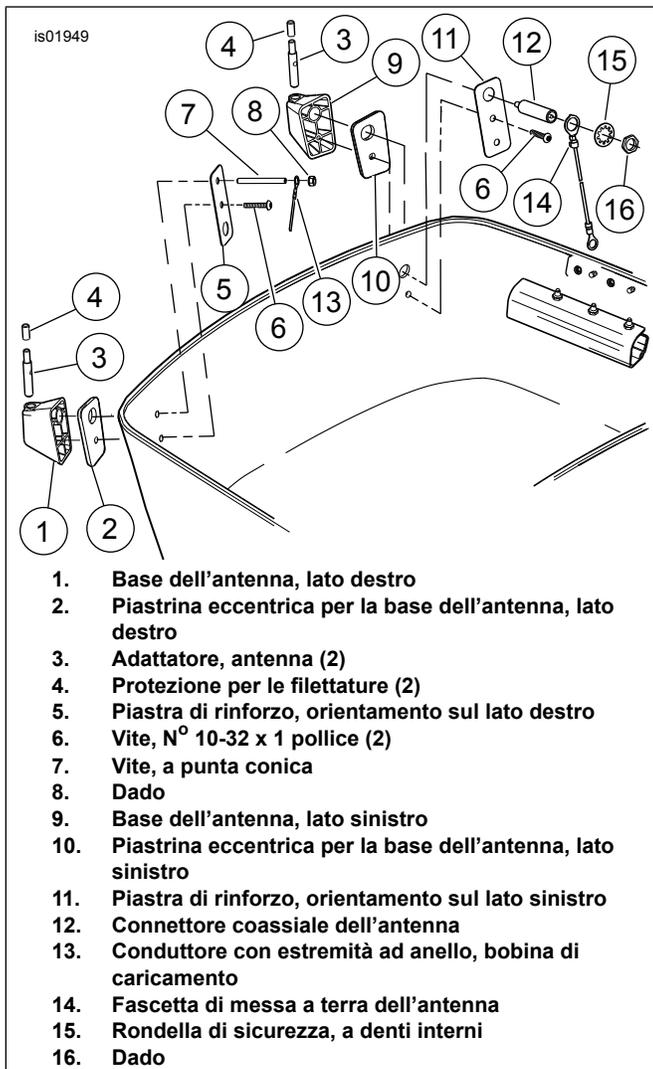

Figura 2. Installazione della base dell'antenna
- Vedere Figura 2 per le operazioni di cui ai punti da 5 a 11.
5. Prendere la base dell'antenna lato destro (1), un adattatore per l'antenna (3) e la vite a punta conica (7). Inserire l'adattatore nella base, come illustrato. Ruotare l'adattatore finché il foro filettato dell'adattatore non sia allineato con il foro della base, quindi avvitare il prigioniero nel foro filettato. Serrare finché il prigioniero non sia ben serrato.
6. Disporre la piastrina eccentrica dell'antenna, lato destro (2) sulla vite a punta conica, quindi installare la base dell'antenna, lato destro assemblata sul Tour-Pak. Installare la piastra di rinforzo (5), orientata come illustrato, sopra il prigioniero, quindi fissare la base dell'antenna con la vite (6). Serrare la vite ad una coppia di 1,7 N·m (15 in-lbs).
7. Installare il conduttore con estremità ad anello (13) della bobina di caricamento sopra la vite a punta conica (7) e fissarlo con il dado (8). Serrare il dado ad una coppia di 0,7 N·m (6 in-lbs).
8. Prendere la base dell'antenna lato sinistro (9), un adattatore per antenna (3) e il connettore coassiale dell'antenna (12). Inserire l'adattatore nella base, come illustrato. Ruotare l'adattatore finché il foro filettato dell'adattatore non sia allineato con il foro della base, quindi avvitare il connettore coassiale nel foro filettato. Serrare finché il connettore coassiale sia ben serrato.
9. Disporre la piastrina eccentrica dell'antenna lato sinistro (10) sopra il connettore coassiale, quindi installare la base dell'antenna, lato sinistro assemblata sul Tour-Pak. Installare la piastra di rinforzo (11), orientata come illustrato, sopra il connettore coassiale, quindi fissare la base dell'antenna con la vite (6). Serrare la vite ad una coppia di 1,7 N·m (15 in-lbs).
10. Installare l'anello grande della fascetta di messa a terra (14) sopra il connettore coassiale, quindi fissare la base dell'antenna con la vite (15). Serrare il dado (16) ad una coppia di 1,1 N·m (10 in-lbs).
11. Installare una protezione per le filettature (4) sopra ciascuno dei due adattatori per l'antenna (3). Se si riposiziona l'antenna sul Tour-Pak, lasciare la protezione per le filettature fuori dall'adattatore lato destro.